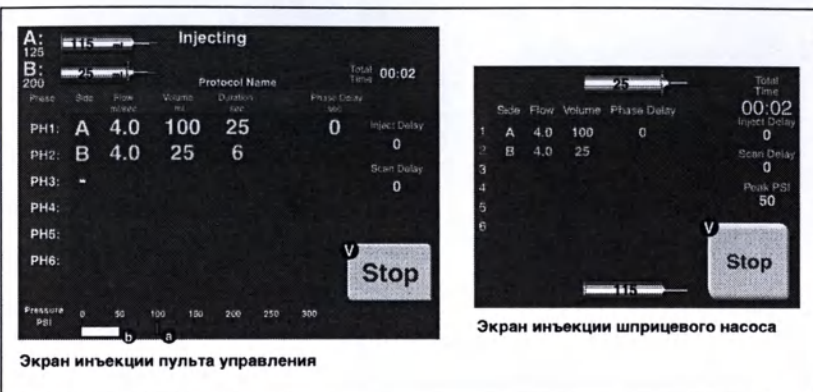
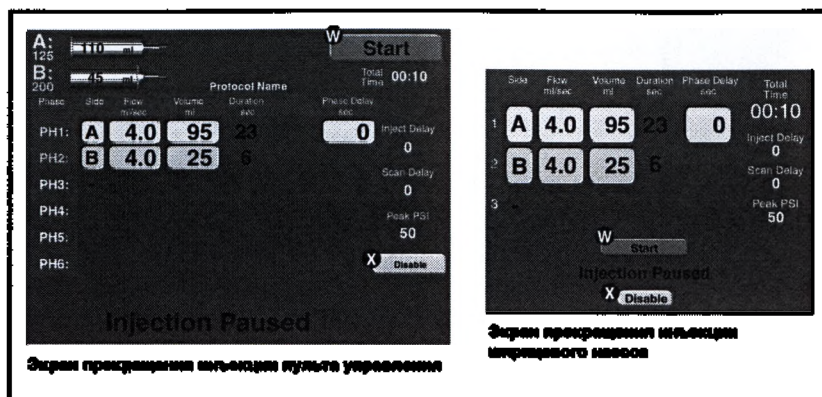

Рисунок 5-7-1 Экран системы инъекции
Рисунок 5-7-2 Экран прекращения инъекции
См. рисунок 5-7-1.
Для проведения протокола можно нажать клавишу [Start] (A) на рисунке 5-4-1) шприцевого насоса или пульта управления, а также выключатель дистанционного управления. После начала инъекции на дисплее высвечивается соответствующий экран (см. рисунок 5-7-1), индикация общего времени увеличивается, а индикация объема уменьшается. Значение предельного давления (ПСИ макс.) отмечено вертикальной красной чертой a. Значение текущего давления вливания отмечено белой горизонтальной полосой b.
См. рисунок 5-7-1 и рисунок 5-7-2.
См. рисунок 5-7-2.